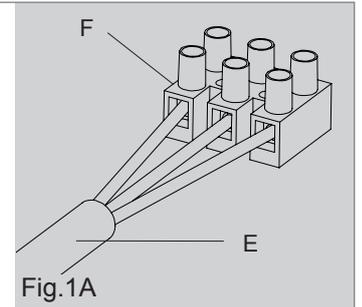

Fig.1A
5. Collegare il cavo (E) al morsetto di alimentazione (F) [Fig. 1A]
5. Connect the cable (E) to the supply terminal (F) [Fig. 1A]